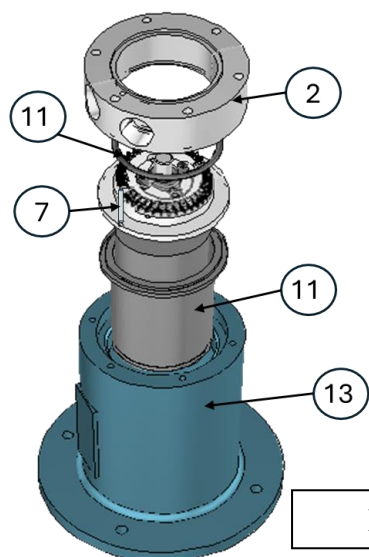
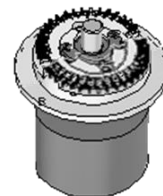

Figura 5
Figura 6
5. Rimuovere (figura 5) il corpo (2), la lanterna (13) e il bicchiere (11) per isolare il gruppo girante-magnete interno (Figura 6). Nel contempo, rimuovere e sostituire l'O-Ring (16) e la spina elastica di centraggio (7). Figura 5